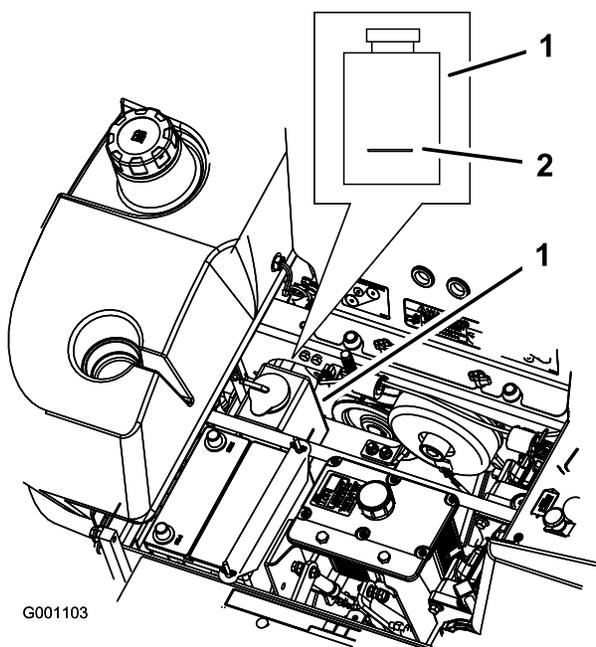

Figura 78
3. A motore freddo, controllate il livello della bottiglia di troppopieno. Il fluido deve raggiungere la sporgenza all'esterno della bottiglia di troppopieno (Figura 78).
4. Se il livello del refrigerante è basso, rabboccate la bottiglia di troppopieno con una miscela di 50% antigelo a lunga durata/DexCool® e 50% acqua (Figura 78).
5. Versate la miscela refrigerante 50/50 nella bottiglia di troppopieno e riempite fino alla linea tracciata sulla bottiglia (Figura 78).